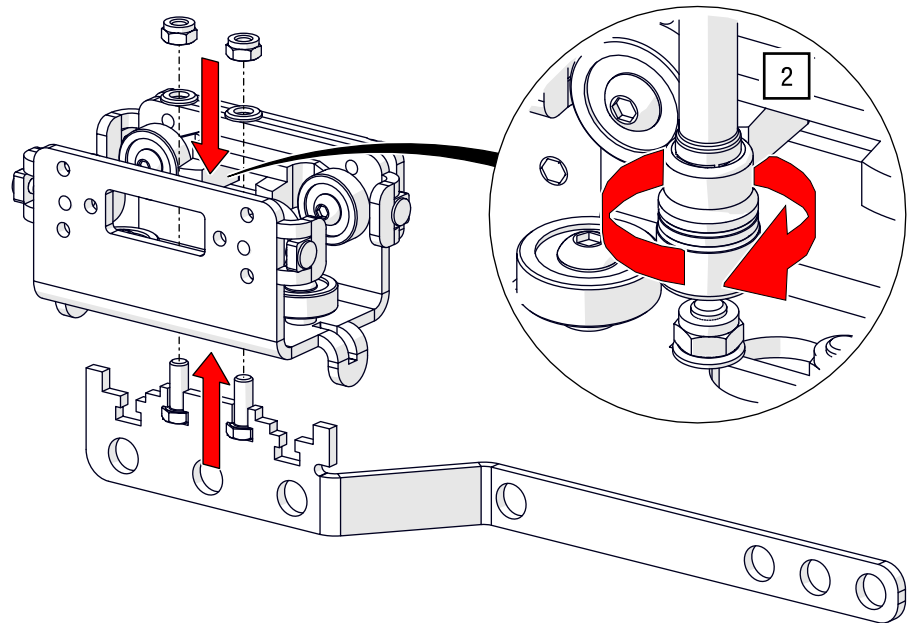

Abb. 65: Überzugbügel – Überzugbügel anschrauben
2. Schrauben Sie den Überzugbügelsatz an den vorgesehenen Aufnahmen des Zugwagens fest (siehe Abb. 65).